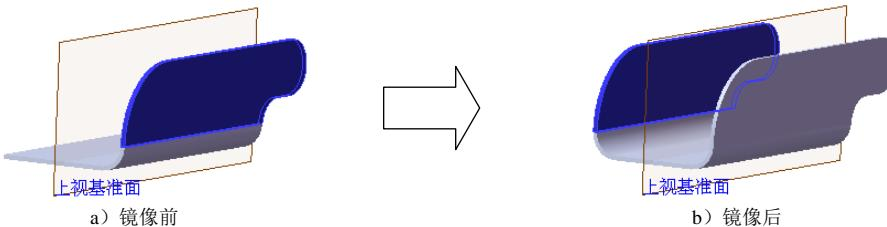

图 12.3.16 镜像 1
Step4. 创建图 12.3.16 所示的镜像 1。
(1) 选择命令。选择下拉菜单 **插入(I)** → **阵列/镜向(E)** →  **镜向(M)...** 命令。
(2) 定义镜像基准面。选取上视基准面作为镜像基准面。
(3) 定义镜像对象。选择边线—法兰 1 作为镜像 1 的对象。
(4) 单击  按钮，完成镜像 1 的创建。